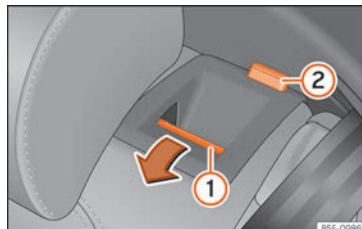

Fig. 152 En el respaldo del asiento trasero: tecla de desbloqueo **1**; marca roja **2**
- Pulse la tecla de desbloqueo »»» **fig. 152 1** hacia delante y, al mismo tiempo, abata el respaldo. El respaldo trasero está desbloqueado cuando se ve una marca roja en la tecla **2**.